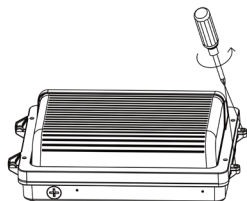

Fig. 1.1
1. Retirer les deux vis situées sur le côté du luminaire à l'aide d'un tournevis (Fig. 1.1).